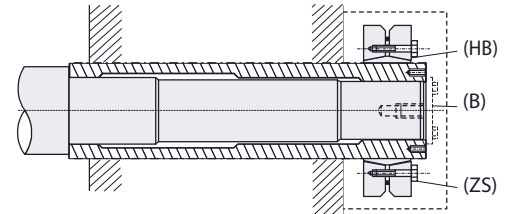

Fig. 11 Posição totalmente montada
O disco de contração é um mecanismo de aperto sem chaveta que contrai mecanicamente o cubo (HB) por meio do aperto dos parafusos de travamento (ZS) e ajusta o eixo e o cubo como se fossem uma peça única (Fig. 11).
- (1) Limpe e desengraxe as superfícies de contato (a) e (c).
- (2) Cubra a superfície (c) e os parafusos (ZS) com o produto "Molykote 321" ou equivalente. No entanto, mantenha a superfície (a) o mais limpa possível (sem graxa).
- (3) Deslize o anel O-ring (b) ao longo do eixo. (Somente modelos 9090 a 9115.)
- (4) Monte o redutor no eixo da máquina e aperte a porca (e) até que as faces (g) e (h) encostem uma na outra.
- (5) Ajuste o Disco de Contração (k) com as dimensões (LV). Torque os parafusos de aperto (ZS) com o torque (TA) especificado no catálogo do Paramax com torquímetro. Certifique-se de que ambos os anéis estejam paralelos ao torquar os parafusos. Depois de confirmar que o disco de contração esteja ajustado corretamente aperte os parafusos com uma chave com comprimento apropriado. Torque os parafusos uniformemente em sequência no sentido horário e ao mesmo tempo mantenha os dois discos paralelos. (Importante: não torquar os parafusos cruzados). É recomendado apertar os respectivos parafusos com 30 graus de aperto de cada vez.
- a. No caso do redutor com montagem vertical, monte uma arruela de encosto (B) para impedir que o redutor movimente-se quando forem afrouxados os parafusos (ZS) (Fig. 11).
- b. Um parafuso de tensão elevada (classe de resistência JIS 10.9 ou 12.9) é utilizado como parafuso de travamento (ZS). Ao substituí-lo, utilize somente parafusos especificados pelo fabricante.